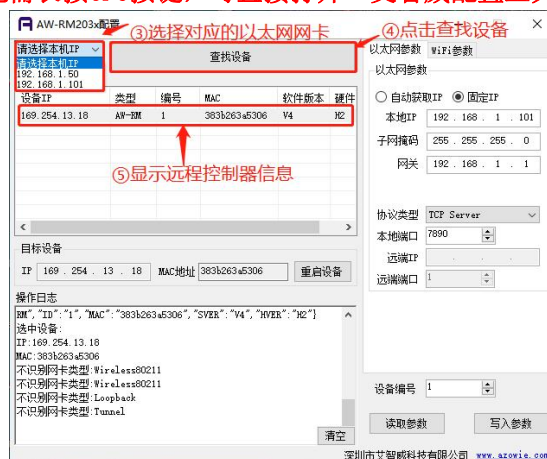

图6.1.3 查找设备
- 以太网连接：在远程控制器通电状态下，长按 CFG 按键2s以上后松开，STA指示灯常亮，进入配置模式。将远程控制器与电脑用网线连接。选择对应的以太网网卡，点击“查找设备”，设备列表会显示查找到的远程控制器信息，如图6.1.3所示；若未显示，请重复以上步骤。